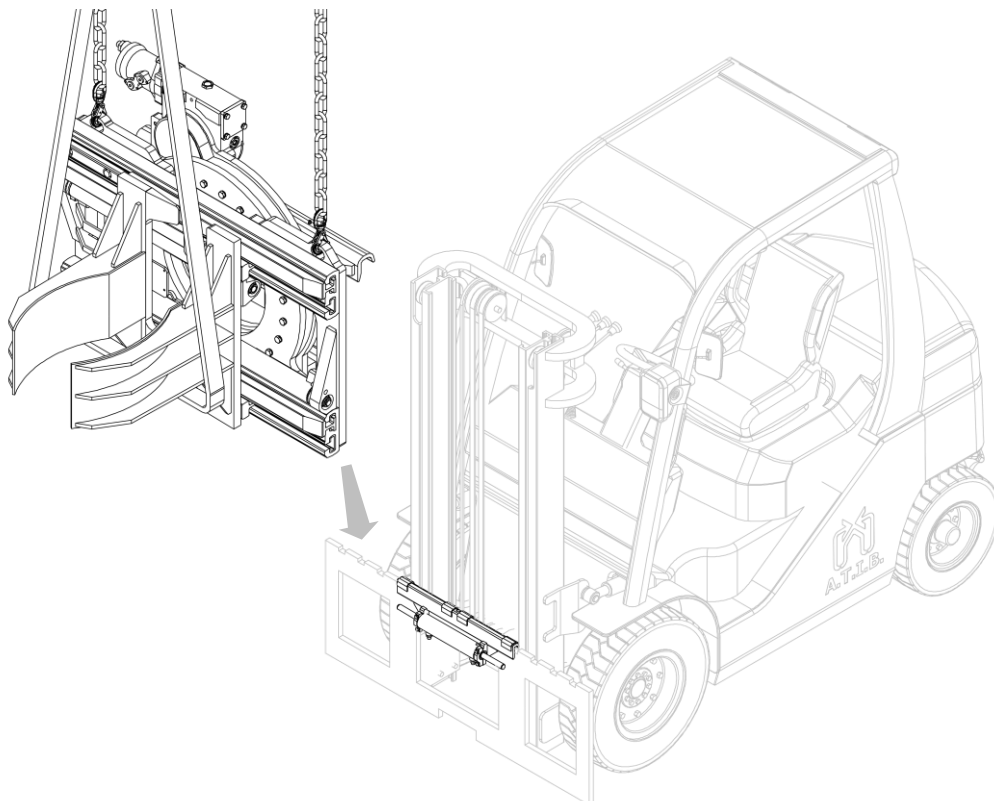

Figura 8
7. Enganche el implemento desde el punto de agarre superior y con un puente grúa colóquelo en el doble gancho, cuidando de colocarlo correctamente (mira *Figura 8*).